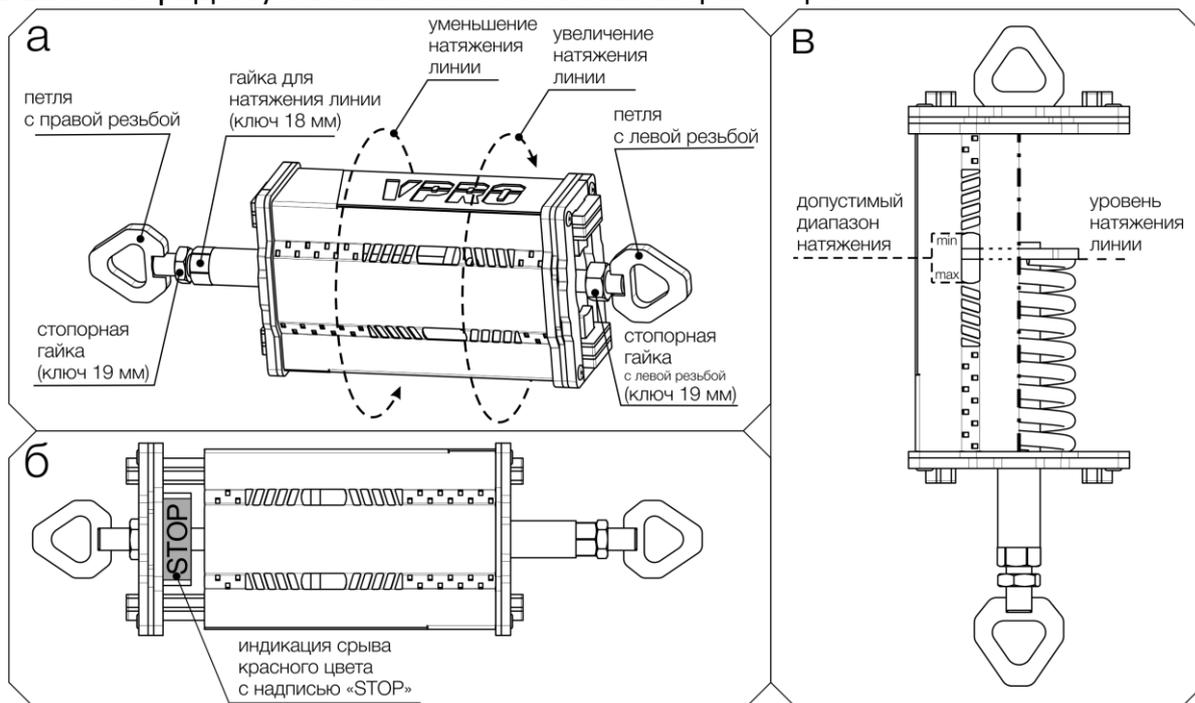

Рис. 5 Порядок установки и использования амортизатора vpro CL S01
- 1) Убедиться, что обе стопорных контр-гайки (рис. 5а) не препятствуют вращению резьбового соединения.
натяжения» ключом 18 мм), так и без (вращая непосредственно корпус устройства). Направление вращения указано на рисунке 5а. Вращать необходимо до тех пор, пока индикация натяжения не окажется в диапазоне допустимого уровня натяжения (см. рис. 5в). При натяжении линии рекомендуется устанавливать минимально допустимый уровень натяжения.
**Внимание!** Амортизатор имеет встроенную индикацию срыва (см. рис. 5б). В случае срыва амортизатора, дальнейшее использование анкерной линии категорически запрещено.